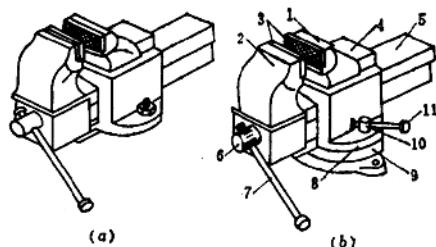

图 1-2 虎钳
(7) 要妥善保护活动钳身的导轨(图1-2 b 中的5)。
(8) 强力作业时，外力要向着固定钳身。
(9) 导轨和螺杆的螺纹要定期注油；经常用带油的布抹钳口及所有加工面。
(10) 手柄松开时必须处于铅垂方向；夹持时应处于倾斜或铅垂方向，并落下到最低位置。